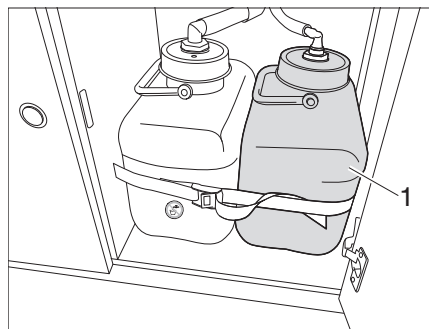
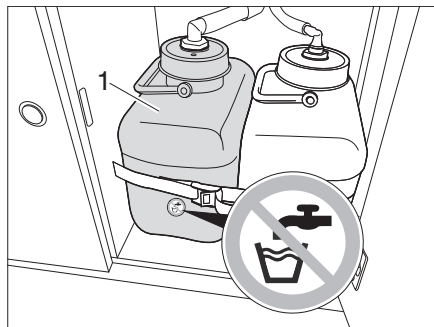

Bild 41 Wasserkanister
Bild 42 Abwasserkanister
**Füllmenge** Der Wasserkanister (Bild 41,1) fasst ca. 10 l.
Der Abwasserkanister (Bild 42,1) befindet sich im Küchenblock.
Wasser wird aus dem Wasserkanister (Bild 41,1) nach oben gepumpt. Der Abwasserkanister (Bild 42,1) fängt das verschmutzte Wasser auf.